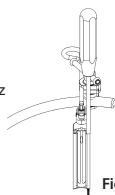

Figure 16
- Choisissez les **vis ATP** (UL-0360 à UL-0378) en fonction de la longueur de la lame ; utilisez un **tournevis latéral** (tel que ML-0055) pour visser dans le corps vertébral. La vis doit entrer dans une canulation sur la **lame ATP canulée**. (Figure 16)